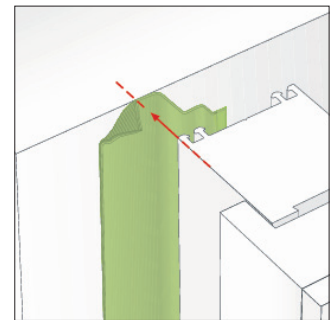

Bild 2: Klebung wechselseitig Folie auf die Aussenseite des Blendrahmens kleben.
- Ankleben auf der Außenseite des Blendrahmens (Bild 2).
- Die Verklebung an der Wand muss von der Folienkante bis zur rot gekennzeichneten Linie vollflächig erfolgen (Bild 2).